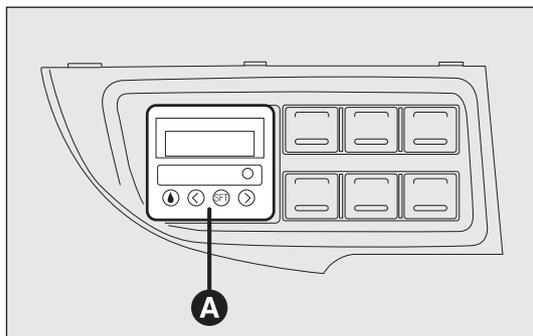

fig. 55
- un timer digitale A-fig. 55 per l'accensione manuale del riscaldatore o per la programmazione dell'ora di accensione.